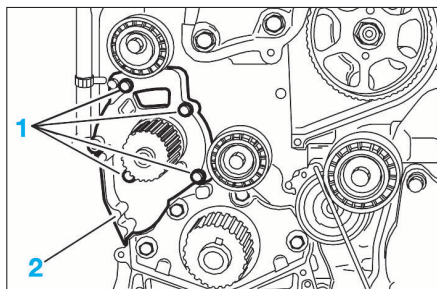

FIG. 45
- les vis de fixation (1) de la pompe à eau (Fig.45).